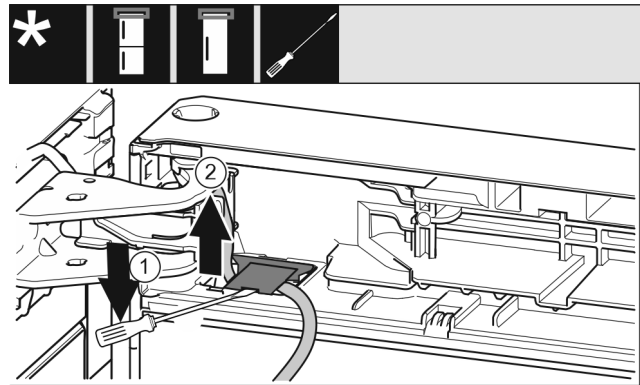

Fig. 8
- ▶ Met de sleufschroevendraaier de afdekking optillen en eruit trekken. Fig. 8 (1)
- ▶ De kabel er uittrekken. Fig. 8 (2)